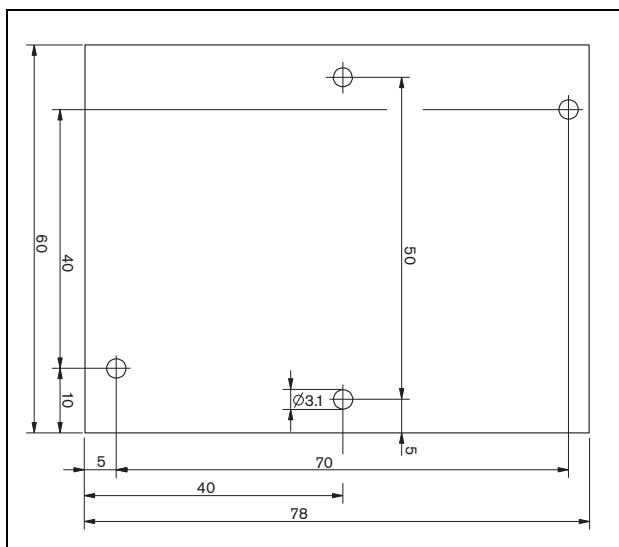

figure 13.5: Dimensions
Pour monter la carte, par exemple dans un boîtier, utilisez des supports de montage universels (LBB4446/00). Connectez la carte au support avec les orifices du milieu (voir figure 13.5).
- 2 Utilisez les orifices des angles de la carte (voir figure 13.5) pour la monter dans un haut-parleur. Les bobines de la carte doivent être espacées de 30 mm au moins de l'aimant du haut-parleur et de 50 mm au moins de son transformateur. Dans le cas contraire, les champs magnétiques peuvent perturber le fonctionnement correct de la carte.